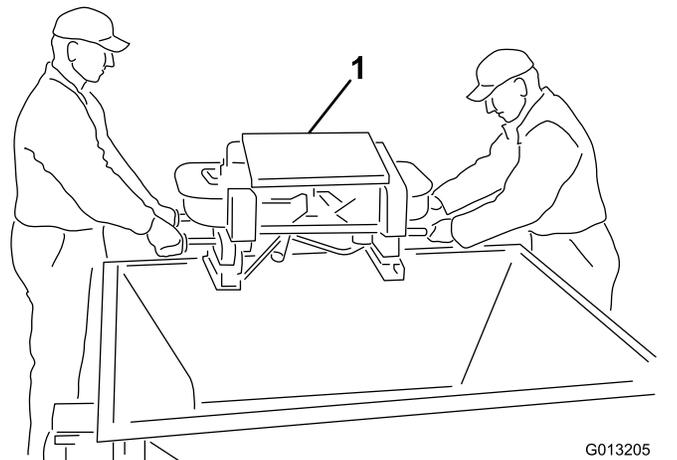

Bild 5
4. Heben Sie den Doppel-Tellerstreuer mit den zwei äußeren Griffen des Doppel-Tellerstreuers aus der Füllkasten und setzen Sie ihn auf dem Boden ab (Bild 5).